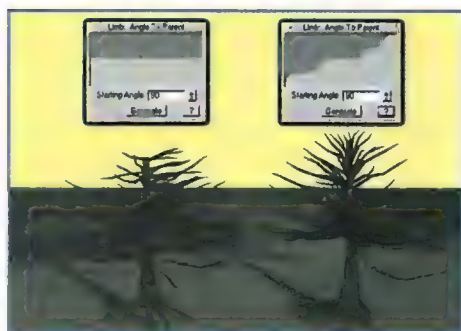

IMAGEN 10. SEGUN LA CURVA ANGLE TO PARENT, LAS RAMAS APUNTARAN, RESPECTO AL TRONCO, A UNA DIRECCION U OTRA.
- **Angle to Parent:** vemos la curva correspondiente y el valor *Starting Angle*. Con dicho valor establecemos con qué ángulo queremos empezar a trabajar, ya que en un principio todas las ramas formarán el ángulo que pongamos aquí con el nivel padre anterior, en nuestro caso el ángulo entre las ramas y el tronco. En la imagen 10 vemos cómo quedan todas las ramas perpendiculares al tronco al establecer 90° como valor de comienzo. Pero también vemos cómo actúa aquí la curva de nivel, disminuyendo los grados al arrastrar hacia abajo a la curva y aumentándolos en caso contrario. De ahí que las primeras ramas, empezando por abajo, estén apuntando hacia al suelo mientras que las últimas lo hacen hacia el cielo.